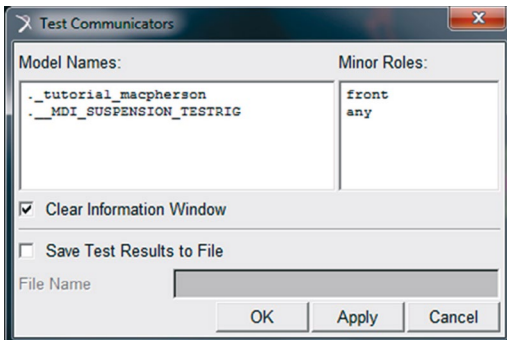

Figura 4.96 – Subsistemas a serem submetidos a teste de compatibilidade de *Communicators*.
- Na janela *Test Communicators*, verifique os subsistemas a serem testados. Nesse caso, observa-se na Figura 4.96 que o teste será feito entre o subsistema da suspensão em construção e do subsistema correspondente a uma plataforma de teste denominado *MDI_Suspension_Testrig*.